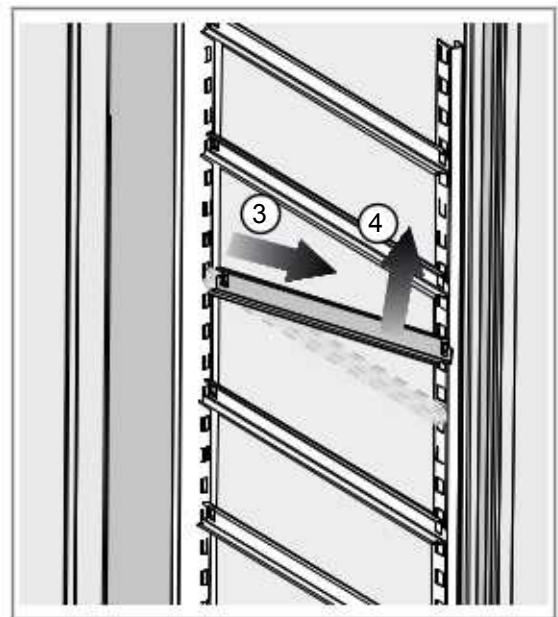

Abb. 6.2 - Zellen reinigen
1. Reinigen der Zellen (3 - 4 - Abb. 6.2)